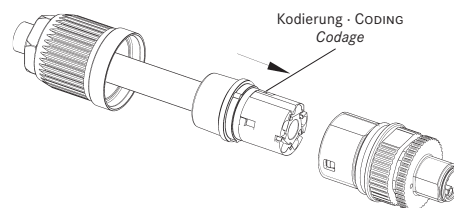

Abbildung 6 / figure 6 / figure 6
7. Schieben Sie die Baugruppe unter Beachtung der Kodierung in das Gehäuse (Abb. 6).
Push the preassembled unit into housing, considering the coding (Fig. 6).
Insérer le module dans le boîtier et tenir compte de codage (Fig. 6).